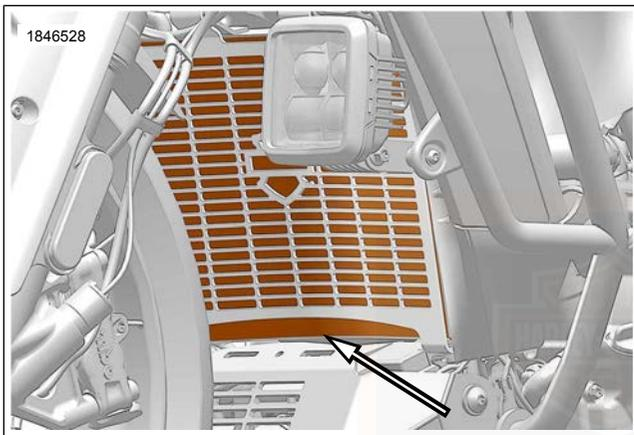

Abbildung 67. Kühler
1. Siehe Abbildung 67. Ablagerungen von den Kühlerlamellen entfernen.